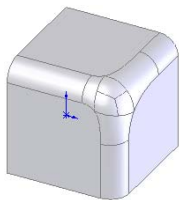

图 3-86 圆角的图形
**07** 确认圆角特征。单击“圆角”属性管理器中的“确定”图标按钮。圆角的图形如图 3-86 所示。